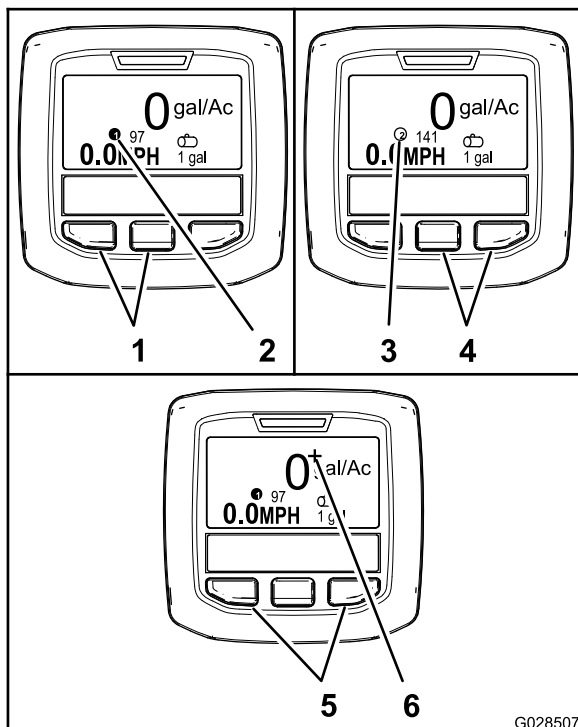

Figura 66
- Para selecionar a taxa de aplicação 1, pressione os dois botões esquerdos no InfoCenter (Figura 66).
- Para selecionar a taxa de aplicação 2 (taxa de aplicação), pressione os dois botões direitos (Figura 66).
- Para aplicar um aumento temporário da taxa de aplicação, mantenha premidos os dois botões exteriores (Figura 66).